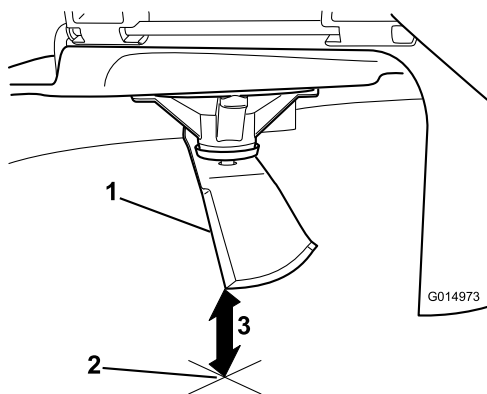

**Figura 116**
4. Gire la misma cuchilla 180 grados de manera que el otro extremo esté en la misma posición (Figura 116).